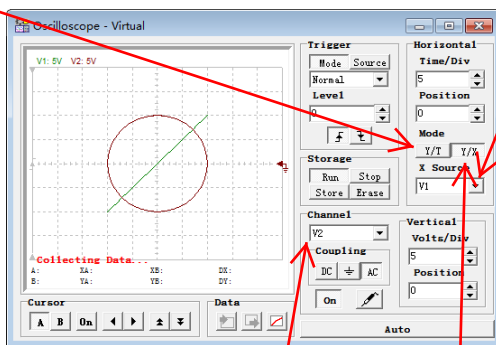

图 91 V1 与 V2 相位差 180 度时的图形
① 设置 V2 参数为 10V，50Hz，相位 0 度余弦波：示波器显示如图 91 所示的李萨如图形。